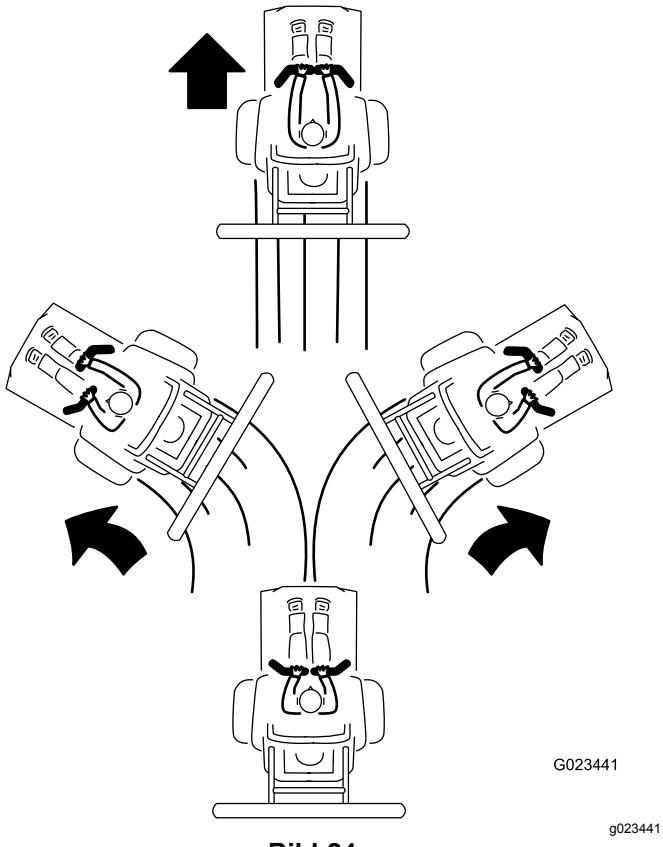

Bild 24
3. Drücken Sie die Steuerhebel langsam nach vorne, um vorwärtszufahren (Bild 24).